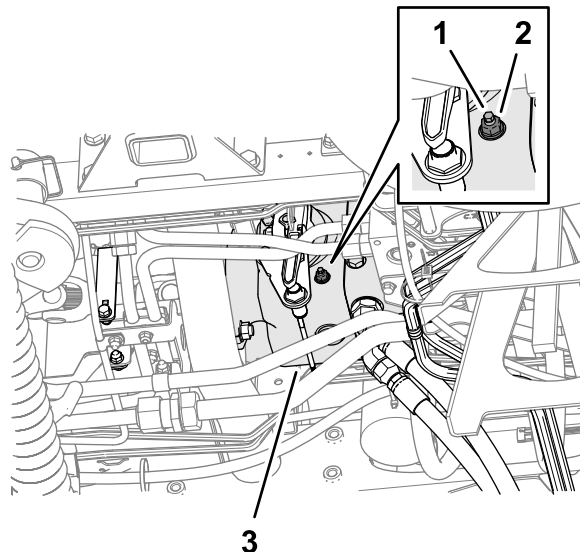

Figura 89
3. A partir do fundo da máquina e do lado direito da bomba de tração, solte a porca de bloqueio que fixa o parafuso de ajuste de retorno de ponto morto (Figura 89).